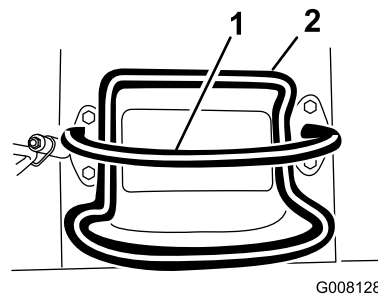
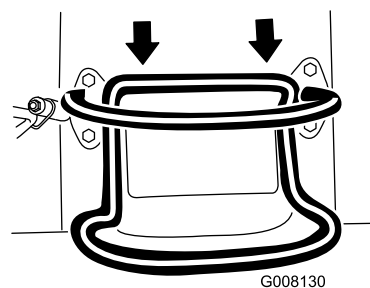

Bild 8
Bild 10
- Bewegen Sie den Fahrtriebshebel nach hinten, um rückwärts zu fahren (Bild 10). **Schauen Sie beim Rückwärtsfahren nach hinten und achten Sie auf Hindernisse, fassen Sie den Anschlagbügel mit den Händen an (Bild 8).**
- Lassen Sie zum Anhalten den Fahrtriebshebel los (Bild 8).